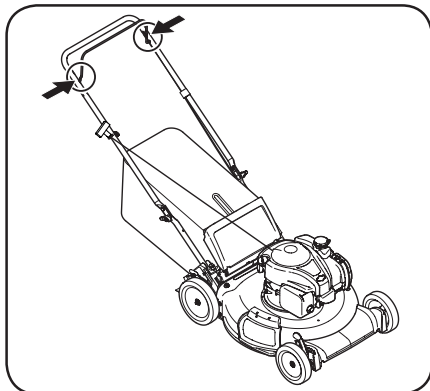

Figura 4-1
1. Lubrique con aceite ligero los puntos de pivote del control de la cuchilla al menos una vez cada estación. El control de la cuchilla debe funcionar libremente en ambas direcciones. Consulte la Figura 4-1.